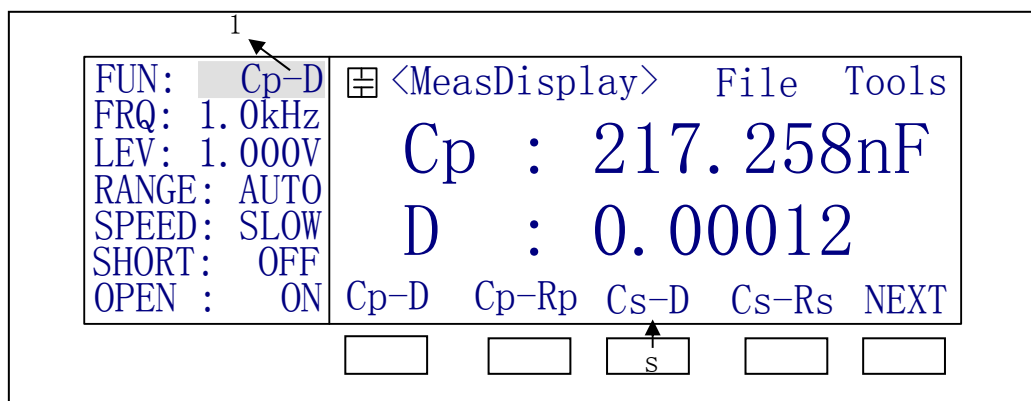

图 4-2 软键选择示例
- 选择和按下一个软键, 那么对应于这个软键的显示区域的内容将在反白条所在处显示, 如图 4-2 所示, 如果按下 S 软键, 那么箭头 1 所指的区域将显示 Cs-D。如果反白区域可支持数字输入, 则可以用数字键和 ENTER 来输入数据。